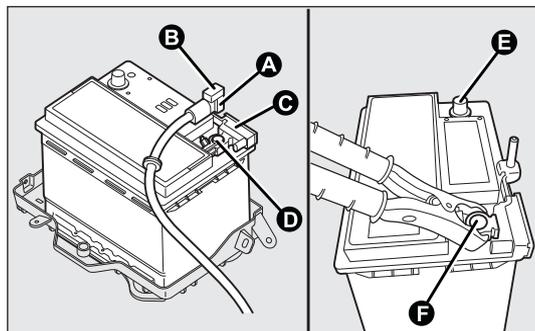

fig. 177c
Versions sans faux pôle fig. 177c
- brancher le câble positif de l'appareil de recharge au pôle positif de la batterie E et le câble négatif à la borne du Capteur F, comme l'indique la fig. 177c ;
- une fois l'appareil de recharge débranché, rebrancher le connecteur A au Capteur C comme l'indique la fig. 177c.